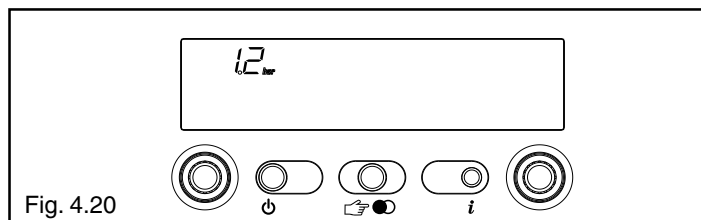

Fig. 4.20
- 2 visualizza la pressione di carica impianto (fig. 4.20)